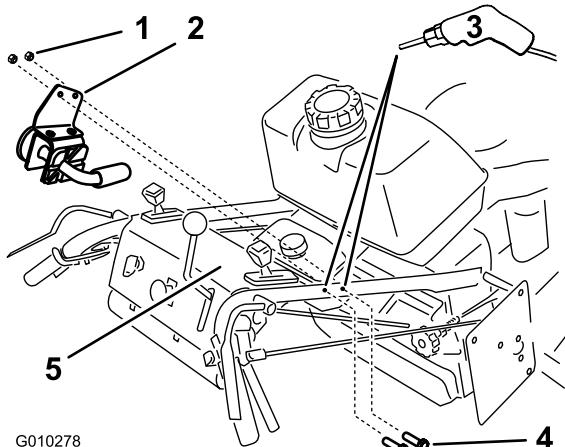

Figura 8
3. Instale el conjunto de la palanca en la máquina con 2 pernos (1/4 x 3/4 pulgadas) y 2 contratuercas (1/4 inch) (Figura 8).